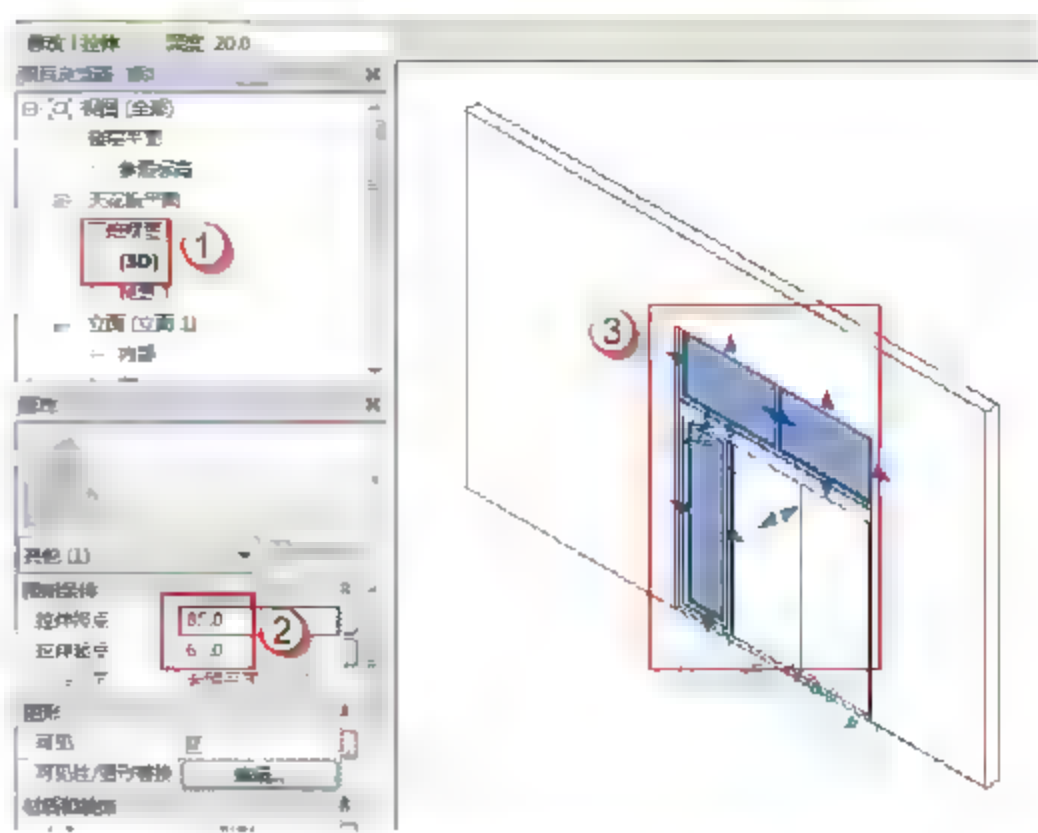

图 6.3.25 MC2430 窗户玻璃的位置及厚度
(23) 修改 MC2430 窗户玻璃的位置及厚度。选择“项目浏览器”中的“立面 (立面 1)” → “{3D}”选项，可以进入窗洞的 3D 视图。选择绘制好的玻璃，打开“属性”面板，在“拉伸终点”中输入“85”字样，在“拉伸起点”中输入“65”字样，如图 6.3.25 所示。